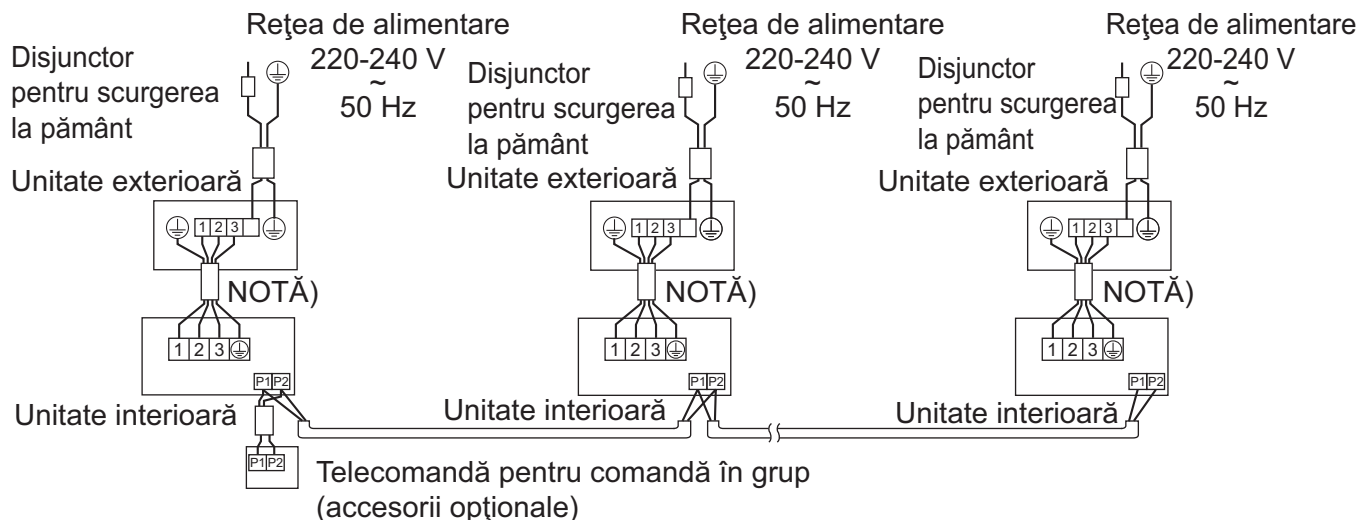

Fig. 42
- **Control de grup:** 1 telecomandă controlează până la 16 unități interioare (Toate unitățile interioare funcționează în conformitate cu telecomanda). **(Consultați Fig. 42)**
- (1) Scoateți capacul cutiei de comandă.
- (2) Conectați cablajul de joncțiune între bornele (P1, P2) în interiorul cutiei de comandă pentru telecomandă. (Nu există polaritate.) **(Consultați Fig. 42 și Tabelul 2)**